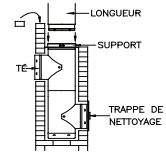

Fig. 3
- Déposer le té et la longueur assemblée sur la plaque de soutien, puis ajouter des longueurs simultanément à l'érection des pans de briques jusqu'à dépasser la cheminée de maçonnerie de 254 mm (10") (fig.3).